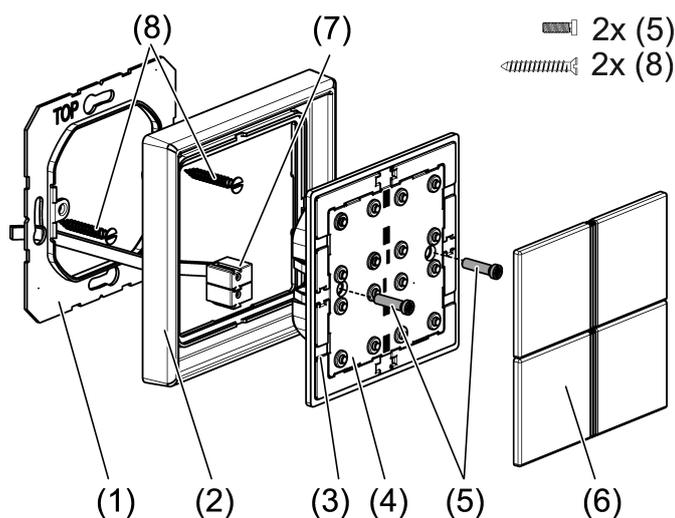

рисунок 1: Монтаж модуля тактильного датчика
- Установите переходную рамку (3) в правильном положении спереди на модуль тактильного датчика (4) (см. рисунок 1). Соблюдайте маркировку TOP = верх.